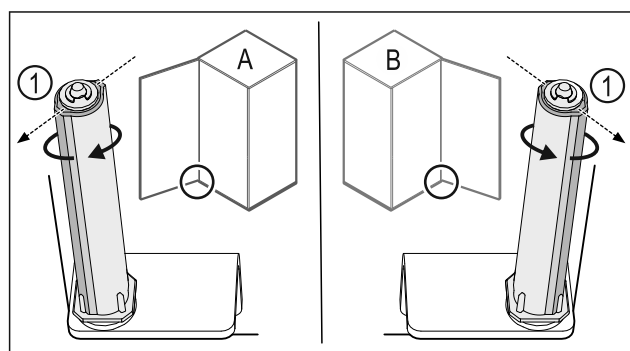

Fig. 31 Battuta a sinistra (A) / battuta a destra (B)
- ▶ Ruotare il sistema di chiusura contro la resistenza fino a quando la sporgenza del sistema di chiusura Fig. 31 (1) non è rivolta verso l'esterno.